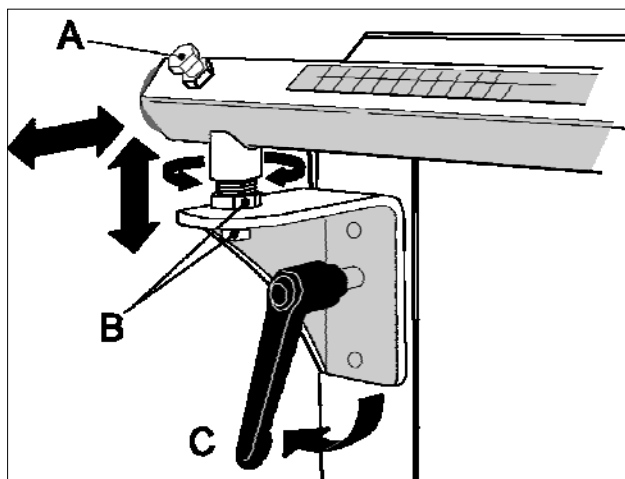

Fig. 3
- Styreskinnen hektes på sagbena og låses v.h.a. låsespakene **C** fig. 3. (Figuren viser en 1603-sag). 1203 har påmonterte braketter på bena. Hullbildet for påmontering av skinnen vises på tegningen.
- Juster høyden på rulleanlegget i plan med svingskiven på sagen ved å løse kontramutterne til styreskinnens festeskruer **B** (fig. 3) og juster festeskruene og kontramutterne. Kontroller høyden ved å legge det løse anholdet over svingskiven, rulleanlegget og rullebordet som i 4b.
- Drei sagens svingskive til 90°, juster vinkelen på styreskinnen med styreskinnens festeskruer **B**, bruk en vinkel mellom anholdet og sagbladet som kontroll fig. 4b. Trekk til festeskruene fig. 3.